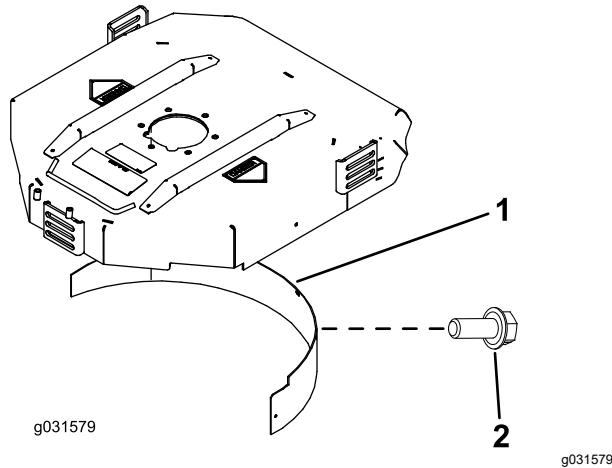

Figura 11
2. Instale el deflector de mulching en la abertura trasera y sujetelo con 5 pernos con arandela prensada (Figura 11).